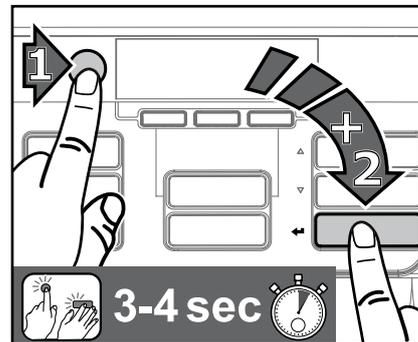

Fig. 24
1. Em primeiro lugar, prima o botão STOP, depois, a tecla Enter ◀ e mantenha ambas as teclas premidas em simultâneo durante 3-4 segundos para activar o modo de limpeza. (Fig. 24)